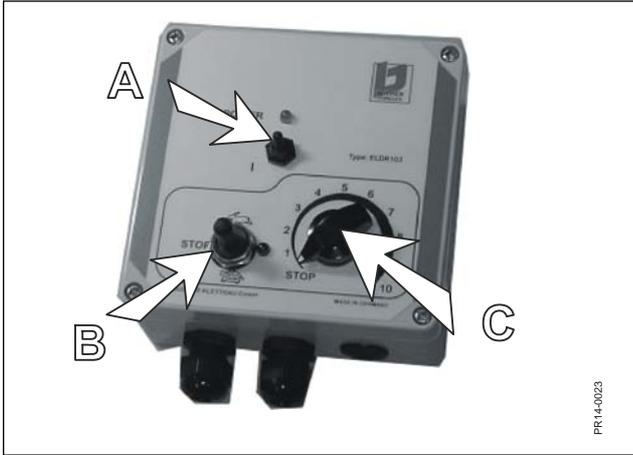

Fig. 5.3
Fig. 5.3 Der Strom wird mit Hilfe von dem Kontakt (A) geschlossen, wonach das Geschwindigkeitsgebiet (B) gewählt werden kann. Die Figuren unten illustrieren, wie der Unterschied zwischen dem Hasen und der Schildkröte aufgefasst werden muss. Mit Hilfe des Drehknopfes (C) kann die Geschwindigkeit der Förderkette jetzt reguliert werden.